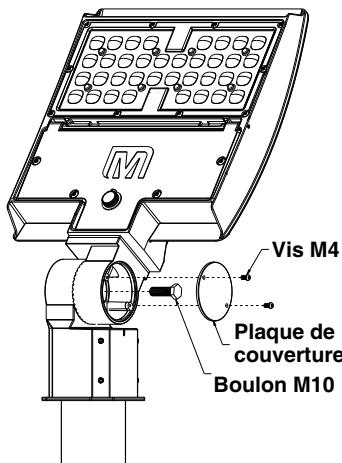

FIG. 3
3. Pour orienter le luminaire, enlevez la plaque de couverture, desserrez le boulon central d'articulation M10 sur le bras et ajustez l'angle désiré du bras (voir la **FIG. 3**).